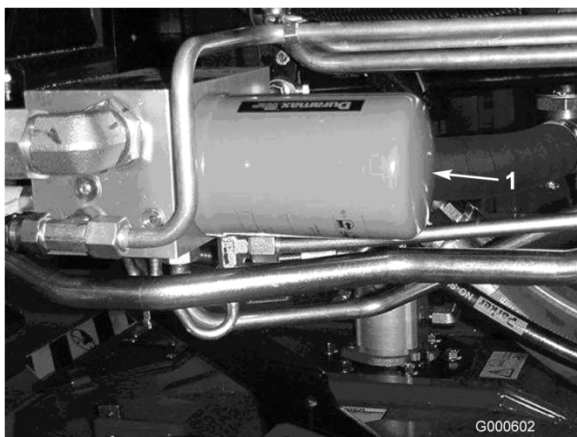

Figura 54
2. Limpe a zona de montagem do filtro. Coloque um recipiente de escoamento debaixo do filtro e retire o filtro (Figura 53 e Figura 54).